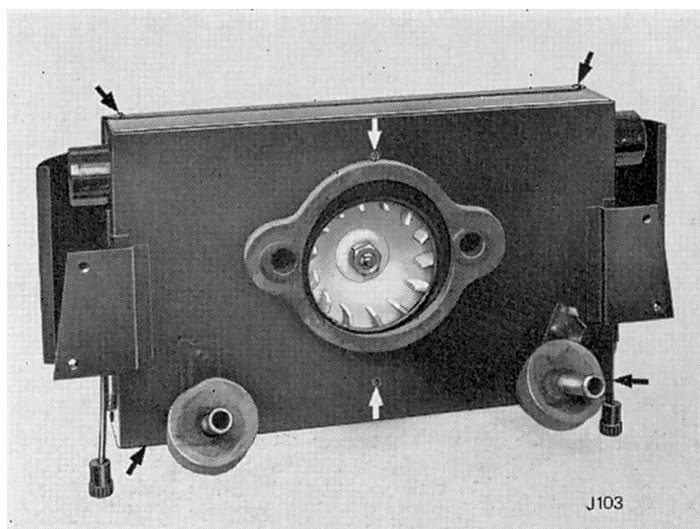

Fig. 73. Assemblage de l'appareil de chauffage
Déposer l'appareil de chauffage. Retirer les six vis indiquées par des flèches (Fig. 73) assemblant les parties intérieure et extérieure du boîtier de l'appareil de chauffage. Desserer l'écrou en bronze (4) au centre des pales du ventilateur. Retirer les pales de l'axe du ventilateur. Dévisser les écrous (2) maintenant visibles et retirer le moteur (1) du boîtier extérieur de l'appareil de chauffage.